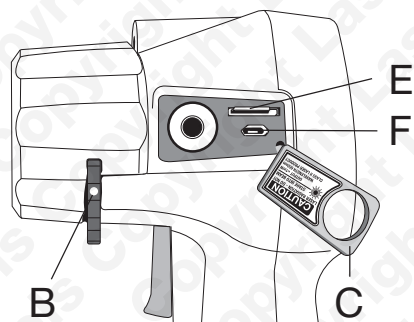

Fig. 2
- Siehe Abb. 2: Gummi-Anschlussabdeckung **C** von der oberen linken Ecke wegziehen und nach unten schwenken. (Nicht von der rechten Seite ziehen, da sonst die Abdeckung beschädigt werden kann.)
- microSD-Karte (**E** in Abb. 2) gegen den Federdruck **nach innen** drücken, damit sie ausgeworfen wird.
- Gummi-Anschlussabdeckung C von der oberen linken Ecke wegziehen und nach unten schwenken. Stecker in den Micro-USB-Anschluss (**F** in Abb. 2) und das andere Ende in einen USB-Anschluss am PC oder Laptop stecken.
**Gespeicherte Bilder anzeigen.** Die Bilder werden auf der mitgelieferten microSD-Karte gespeichert (E in Abb. 2). Vom Menü aus Umschalter **drücken**, um Bild anzuzeigen. Umschalter nach oben oder unten drücken, um weitere Bilder aufzurufen. Diese Funktion ist nicht aktiv, wenn keine microSD-Karte eingesetzt ist. Umschalter nach rechts drücken, um zum normalen Scan-Modus zurückzukehren. Hinweis: Es können microSD-Karten mit bis zu 32 GB verwendet werden.